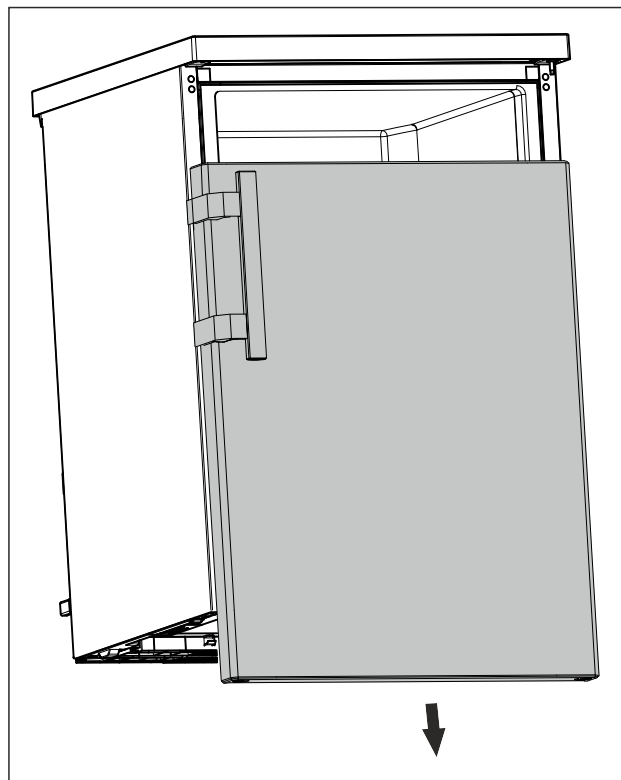

Fig. 17
- Sejměte dvířka směrem dolů. (viz Fig. 17)